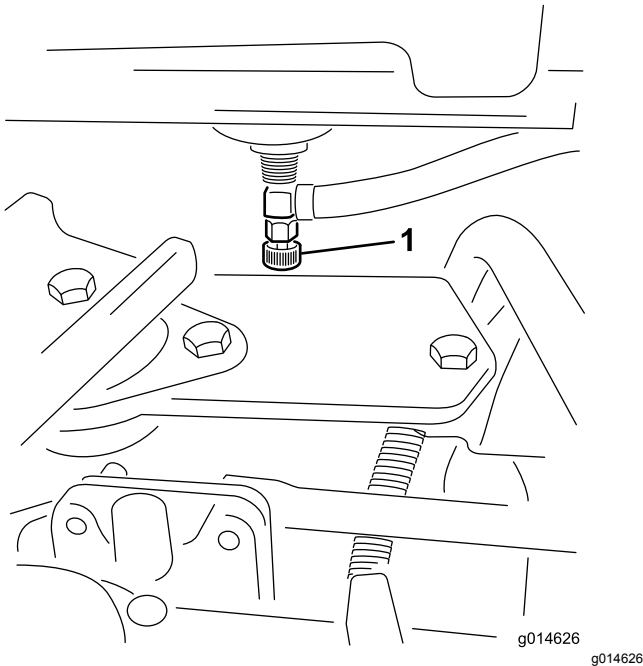

Bild 47
1. Schließen Sie den Kraftstoffhahn (Bild 47) unter dem Kraftstofftank.